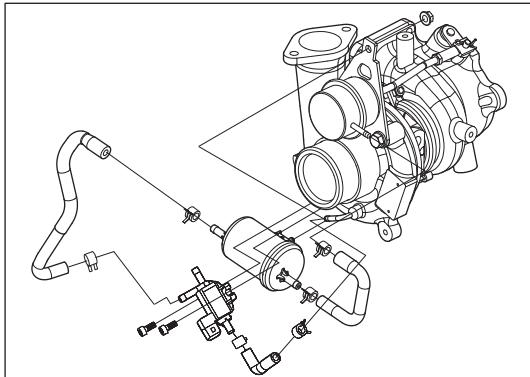

Рис. 7-2-13. Установка соединительного шланга регулятора давления, соединительного шланга перепускного клапана и клапана регулировки давления турбонагнетателя
(13) Закрепить оба конца шланга регулятора давления с помощью стальных хомутов. Соединить спиральную камеру турбонагнетателя и регулятор давления с помощью соответствующего шланга. Закрепить шланг с помощью стальных хомутов, как показано на рис. 7-2-13.